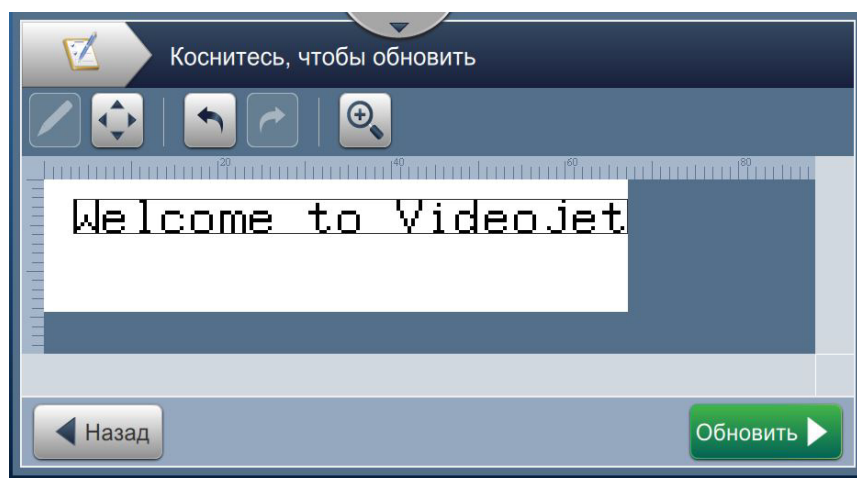

Рис. 5-15: Редактор заданий
, как показано на Рис. 5-15.
5. Чтобы изменить расположение поля, коснитесь поля и нажмите кнопку , как показано на Рис. 5-15.